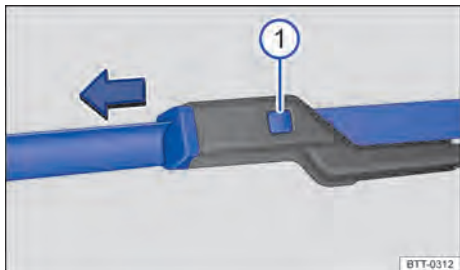

Fig. 109 Substituir as palhetas dos limpadores do para-brisa.
- Manter o botão de destravamento → Fig. 109 pressionado e, ao mesmo tempo, retirar a palheta do limpador do para-brisa no sentido da seta.